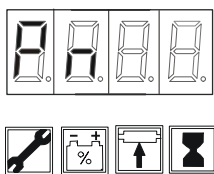

Fig. 1
- Mantenga S18 pulsado hasta visualizar “Pn” y luego libere S18. Fig. 1